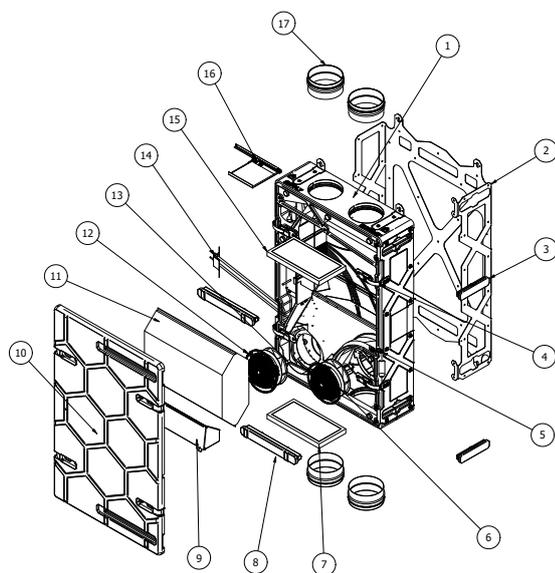

Fig. 16 – Schéma de construction
- Unité de traitement d'air à récupération de chaleur (y compris tous les composants de la Fig. 16) - 1 pc.